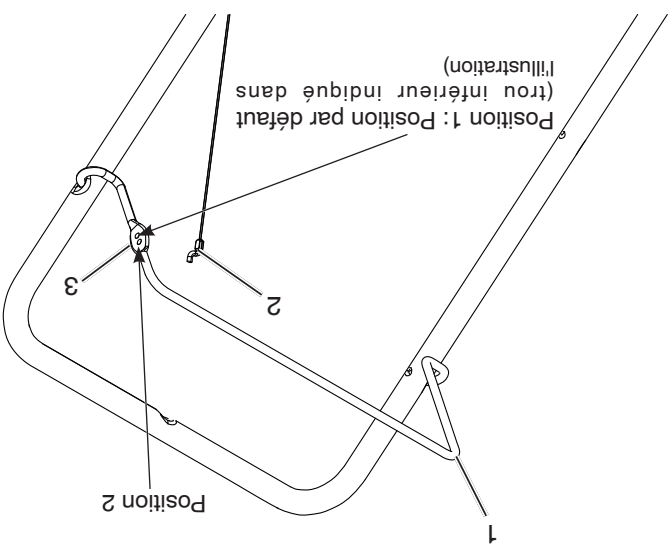

Figure 21
1. Avec la barre de commande désengagée, détacher et déplacer le câble de commande à la position la plus élevée. (Figure 21).